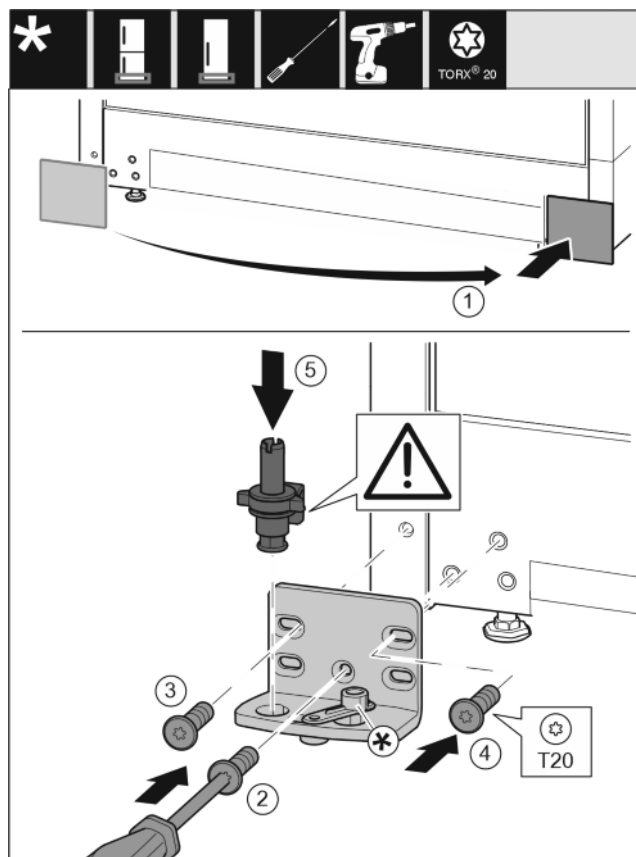

Fig. 15
- ▶ Снимите крышку и установите с другой стороны. Fig. 15 (1)
- ▶ Установите опорный кронштейн с другой стороны и прикрутите с помощью отвертки T20. Начиная с винта 2 снизу в центре. Fig. 15 (2)
- ▶ Затяните винты 3 и 4. Fig. 15 (3,4)
- ▶ Установите опорный палец в сборе. При этом следите за тем, чтобы выступ фиксатора был направлен назад. Fig. 15 (5)